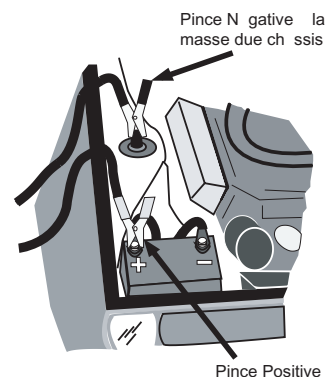

Figure 5. Masse négative
a. Véhicules à masse négative (type le plus courant, figure 5)
- 2) Branchez la pince NÉGATIVE (noire) du chargeur de batterie à une partie métallique épaisse du châssis du véhicule ou du bloc-moteur, loin de la batterie. Ne branchez PAS la pince NÉGATIVE (N) (noire) du chargeur à la borne NÉGATIVE de la batterie, ni au carburateur, aux conduites de carburant ou à la tôle de la carrosserie.